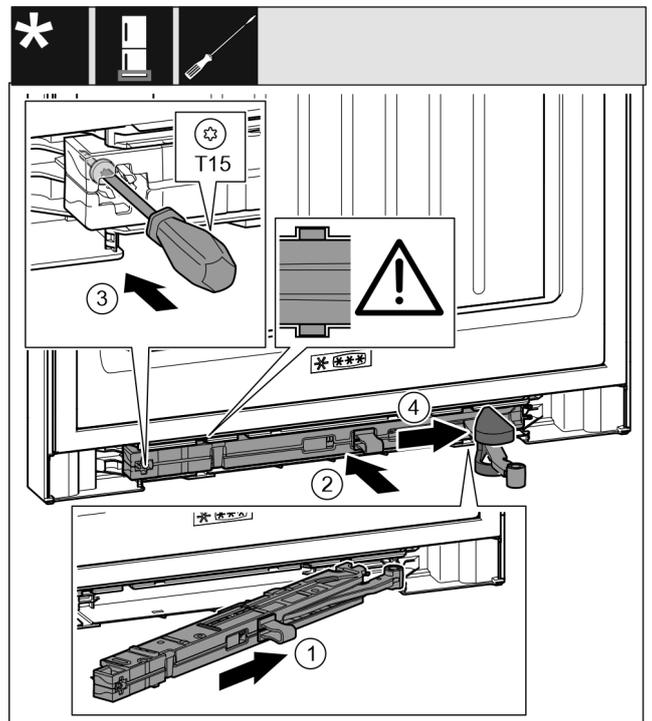

Fig. 38
- ▶ Introducir inclinada la unidad del amortiguador de cierre en la entalladura del lado del tirado hasta el tope. Fig. 38 (1)
- ▶ Introducir completamente la unidad del amortiguador de cierre en la entalladura. Fig. 38 (2)
- ▶ Apretar el tornillo con un destornillador T15. Fig. 38 (3)
- ▶ Introducir la cubierta sobre la bisagra. Fig. 38 (4)